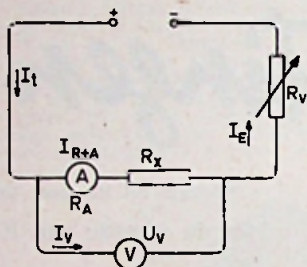

Fig. 5
2. Meting van grote weerstanden (fig. 5)